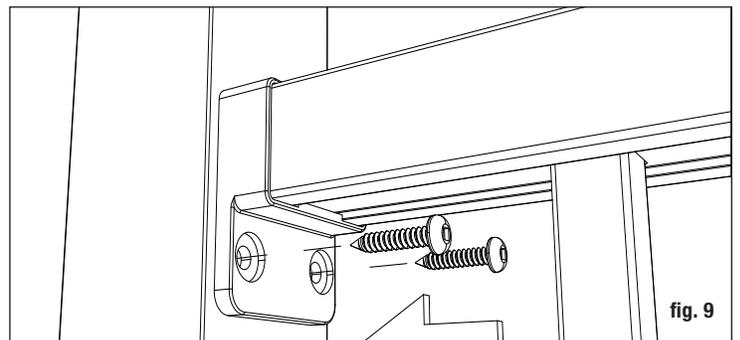

fig. 9
Step 7: Coloque el riel entre los postes. Verifique el nivel de extremo a extremo y verticalmente. Adjunte soportes a la publicación en un extremo. Repita para el otro extremo. Nota: Use una broca de extensión del controlador para evitar dañar el riel con el portabrocas (fig. 9).